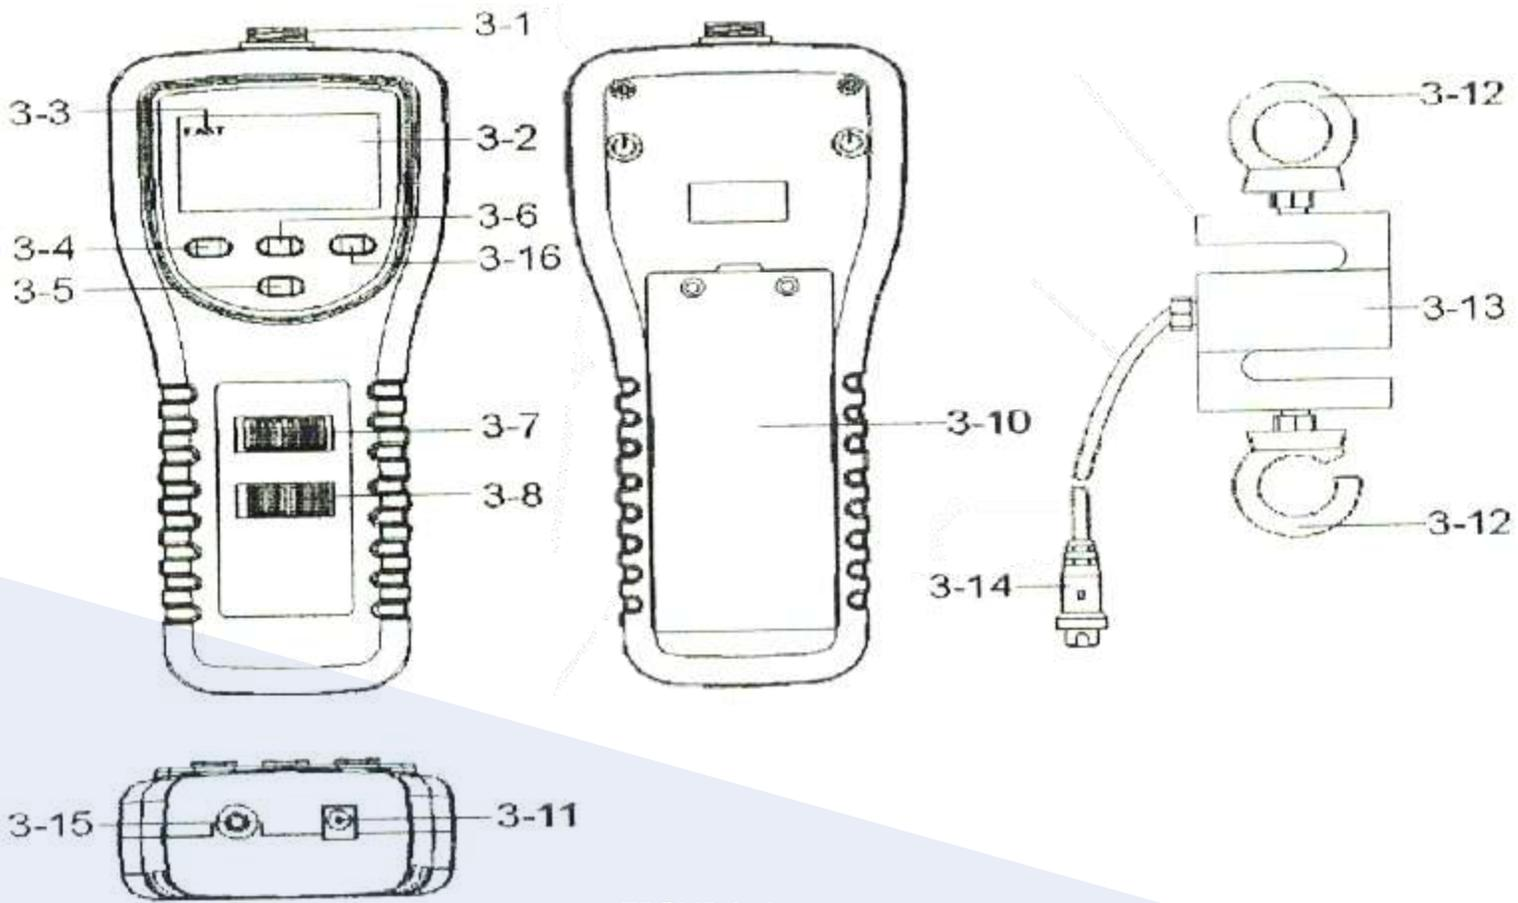

FIGURA 1
2) Cuando realice la medición, el “sensor” (3-13, Figura 1) debe estar en una línea con el objeto de medición.
3) Esta prohibido girar el cuerpo del sensor. No se permiten ciertos ángulos entre el “sensor” (3-13 Figura 1) y el objeto de medición.
1) Conecte el “enchufe del sensor” (3-14) a la “toma del sensor” (3-1, figura. 1). Deslice el “interruptor de apagado/encendido/retención de picos” (3-8, figura 1) a la posición “encendido”.
2) Determine la unidad de visualización de Kg, LB o newton seleccionando “Interruptor de unidad Kg/LB/Newton” (3-7, Figura. 1).
3) Conecte el “sensor” (3-13, Figura 1) con el objeto de medición “atraves del gancho del sensor” (3-12), figura 1. En línea recta.
4) Ajuste cero presionando el botón cero (3-6, Figura 1) antes de cada medición.
***Durante la medición, si tiene la intención de cambiar la dirección de visualización, simplemente presione el “botón reverse” (3-5, figura.1) una vez.**
*Hay dos tipos de tiempo de muestreo de visualización, RAPIDO y LENTO. Presione el botón rápido/lento "una vez (3-4, figura 1), entonces la lectura de la pantalla esta bajo la operación de un tiempo de muestreo rápido.
*Si la esquina superior izquierda de la pantalla LCD no muestra el "indicador rápido" (3-3, figura.1), la lectura de la pantalla está por debajo del tiempo de muestreo lento.
4-2 Medición Normal "pero debe deslizar el interruptor de apagado/encendido/retención de picos" (3-8, figura 1.) a la posición "PEAK H". Deslice el interruptor de apagado/encendido/interruptor de retención de picos (3-8, figura1.) a la posición "encendido" cancelara la función de interruptor de retención de picos.
Durante la medición presione y mantenga presionado (2 segundos) el botón "*" (3-16, figura 1.) hasta que la luz de fondo de la pantalla LCD se encienda, luego se apagara después de un periodo de tiempo.
- 2) Saque la tapas de las pilas (3-10, figura.1) del instrumento y retire las pilas.
El instrumento cuenta con una salida RS232 vía Terminal de 3,5 mm (3-15, figura.1.) La salida del conector es un flujo de datos de 16 dígitos que se puede utilizar para la aplicación específica del usuario. Se requerirá un cable RS232 con la siguiente conexión para vincular el instrumento con la entrada serial de la PC